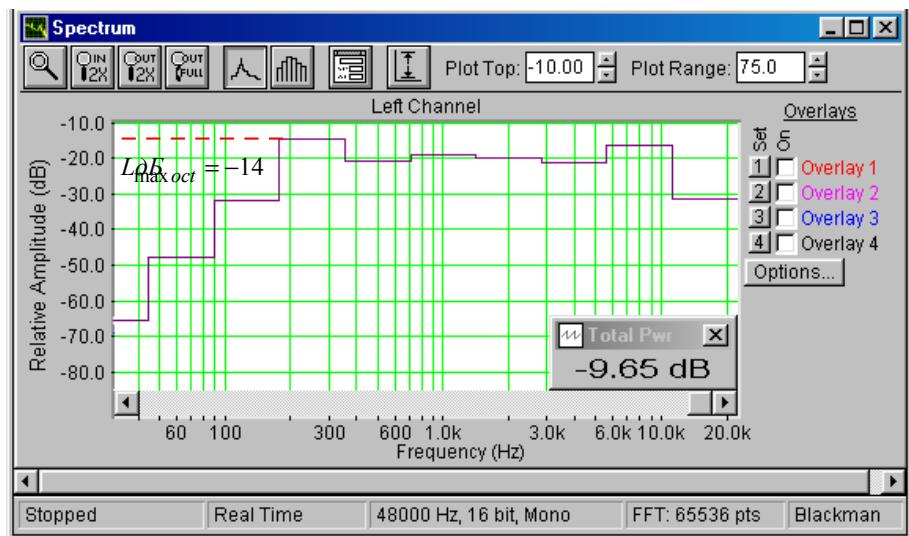

Рис.5.2. Определение максимального уровня АЧХ с усреднением в интервале 1 октава.
*Эффективно воспроизводимый диапазон частот* с использованием пакета программ SpectraLab определяется в два этапа, не так как это предусмотрено ГОСТ 16122-78. Сначала снимается АЧХ с помощью розового шума с усреднением в пределах октавы (рис.5.2) и определяется уровень максимальной чувствительности громкоговорителя